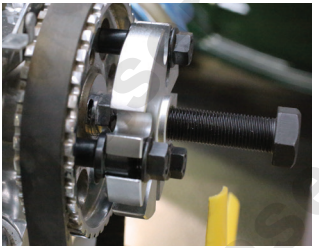

Fig. 2
4. Monte el extractor en la polea como se muestra en la Fig. 2.
6. Cerciórese de que el extremo redondeado del tornillo de fuerza esté ejerciendo presión sobre una superficie plana. Si el eje de la polea posee un orificio central, vuelva a colocar el perno de fijación central sin apretar para garantizar que el tornillo de fuerza ejerce presión sobre una superficie plana como se muestra en la Fig. 2.